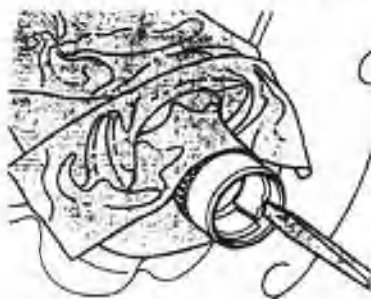

图 5.14 分离轴套的位置
⑤ 不要操作涡轮轴, 用改锥撬下分离的轴套, 如图 5.14 所示。
⑥ 取出金属屑和胶带, 更换变矩器油封。